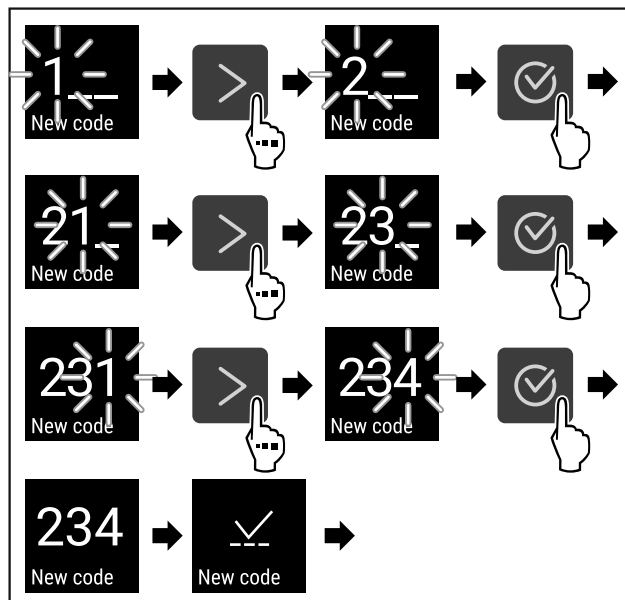

Fig. 73
- ▶ Suivre les étapes (voir Fig. 73).